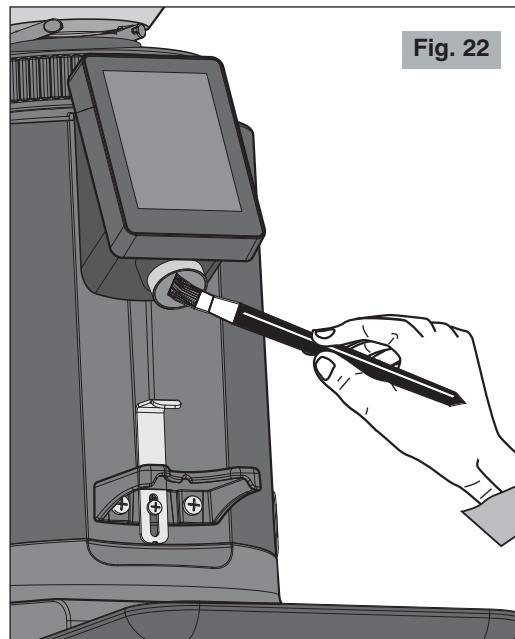

Fig. 22
- Utilizar un cepillo o un pincel (Fig. 22) para limpiar las zonas más escondidas en su interno o un paño seco para las otras superficies.